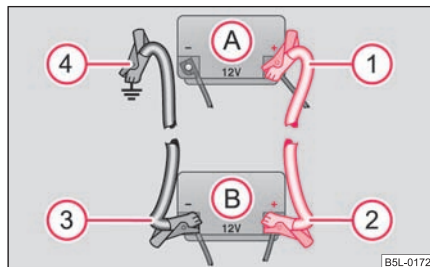

Fig. 227 Executarea pornirii cu ajutorul bateriei altui autovehicul: A - bateria descărcată, B - bateria furnizoare de curent
- Prindeți un capăt la polul plus (1) ⇒ fig. 227 al bateriei descărcate (A).
- Prindeți celălalt capăt la polul plus (2) al bateriei care furnizează curent (B).